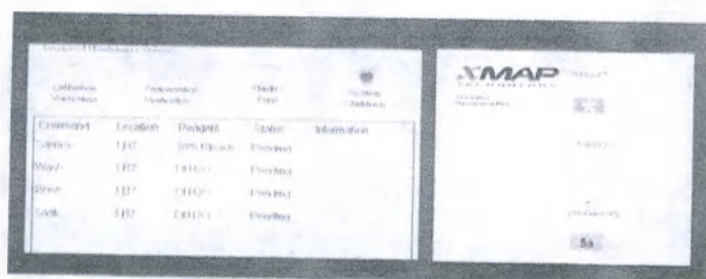

Рисунок 10 – Последовательность команд для завершения работ
3. Последовательность команд будет заполнена автоматически (рисунок 10). Далее нажмите на кнопку «RUN» («ЗАПУСК»). Дождитесь завершения процедуры.